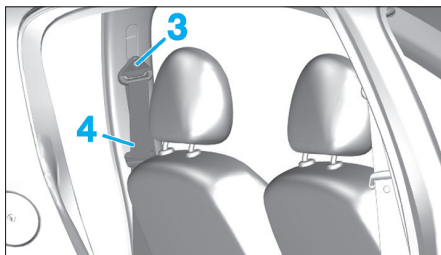

Fig. 13
- la vis (3) (Fig.13).
- Dégager la ceinture de sécurité (4).